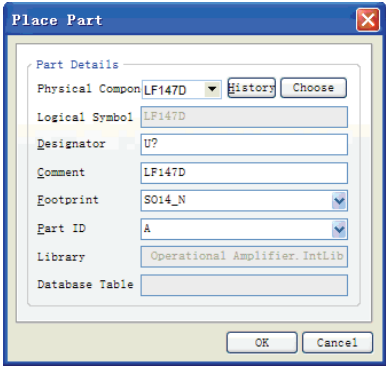

图 7-4 选中元件时的放置元件对话框
(4) 找到要放置的元件后，单击元件列表框中的元件名称使元件处于选中状态（有高亮条）。单击  按钮，重新回到放置元件对话框，此时对话框中的参数即为刚才选中的元件参数，如图 7-4 所示。